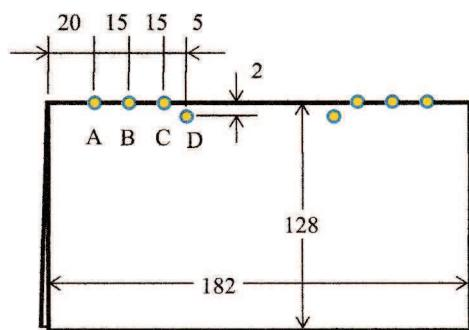

図1 練習のミニ版での穴の位置
- 練習の穴ABCDの位置を図1に示す。実際に修理する際には、本に合わせて穴の数と寸法を決める。修理作業を簡略化するため、図1のように中央部の糸綴じを省略してもよい。